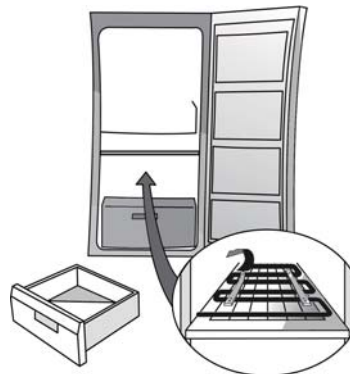

**Fig 1**
- Montați distanțierele (Fig. 1, 2, sau 3 în funcție de model)